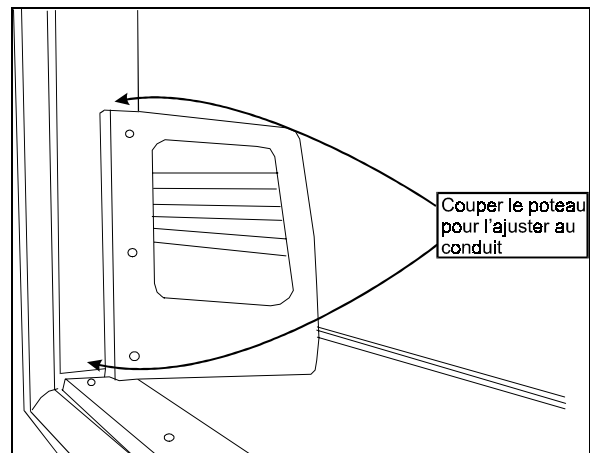

FIGURE 18
9. Couper le poteau et l'installer (voir la figure 18).